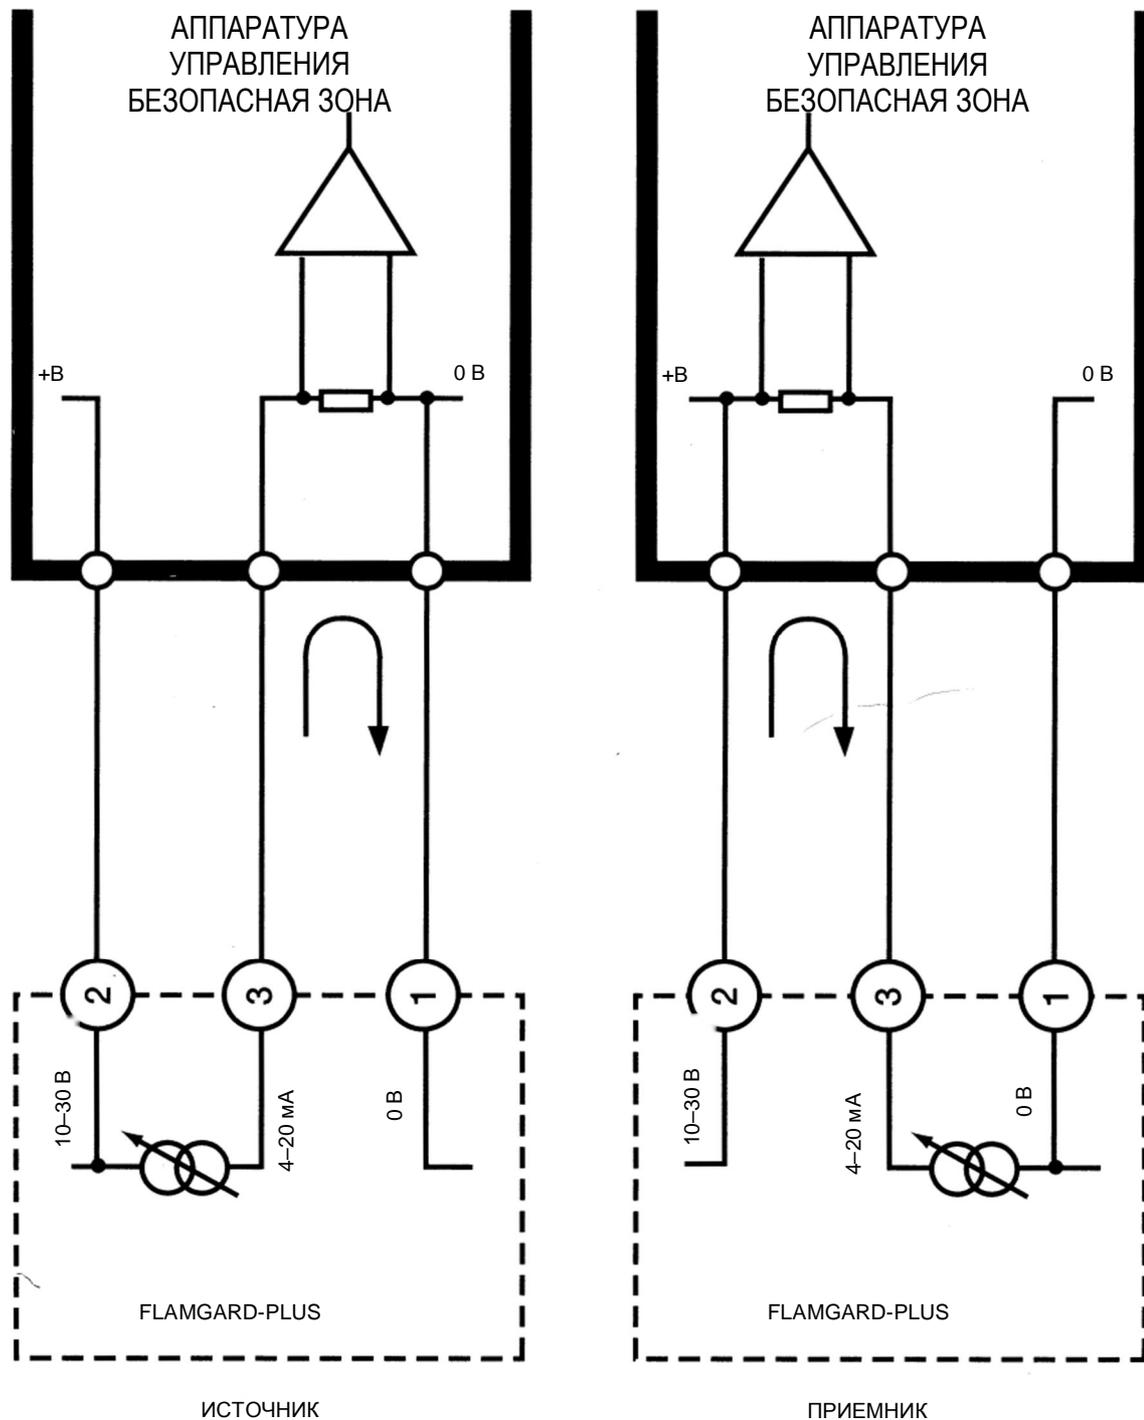

Рис. 3: Электрические соединения газоанализатора Flamgard-Plus
Все соединения осуществляются посредством клеммной колодки, смонтированной в основании распределительной коробки (см. рис. 2). Три провода датчика 96HD имеют условную окраску и подключаются к выводу соответствующего цвета (выводы 4, 5 и 6). Выводы 1 (0 В пост. тока), 2 (12–30 В пост. тока) и 3 (сигнал 4–20 мА) подключают к аппаратуре управления. Заводские настройки газоанализатора Flamgard-Plus – источник питания 4–20 мА, если при заказе не указано иное (см. Раздел 2 Изменение конфигурации). На рис. 3 обобщены все электрические соединения.
- b Снять усилитель и проверить наличие всех электрических соединений и их правильность в соответствии с рис. 3.